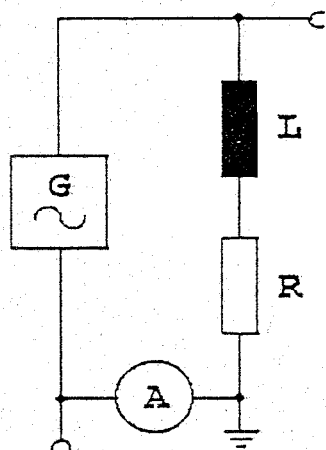

Abb. 2
- zu 5. a) Schaltungsaufbau nach Abb. 2 (ohne Widerstand), Zweikanalbetrieb (DUAL+ADD = CHOP.); Registrierung des Stromes über den Spannungsabfall am Amperemeter. Bitte beachten Sie die für beide Eingänge gemeinsame Erdung über die Abschirmung der Kabel. Zeitbasis so einstellen, daß eine Schwingungsperiode auf den Bildschirm paßt.
Probleme bereitet oft der gemeinsame Anschluß beider Kanäle an den Schaltungsaufbau, da beide Kanäle gegen den gleichen Bezugspunkt messen und zwar das Meßgehäuse des Oszilloskops, welches aus Sicherheitsgründen über den Schutzkontaktstecker geerdet ist (siehe Abb.2). Zur vorzeichenrichtigen Darstellung muß einer der beiden Kanäle invertiert werden, weil beide Signale üblicherweise in gleicher Laufrichtung gezählt werden.